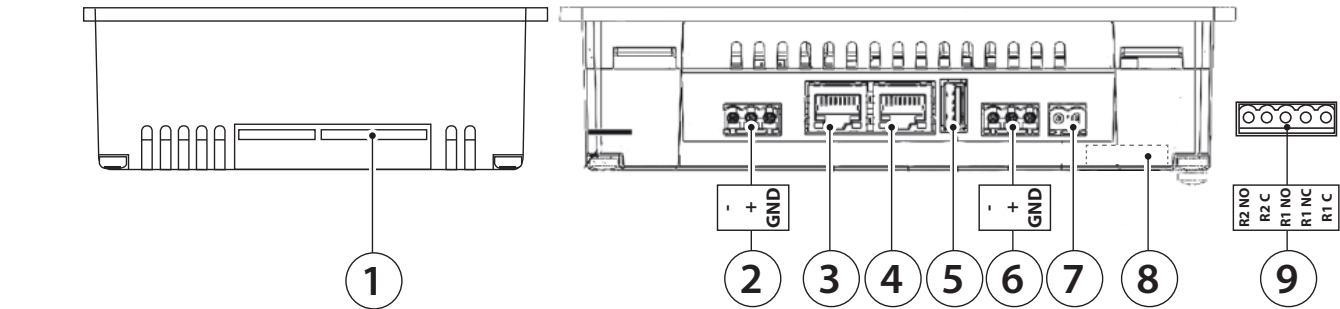

Fig.3
- подключите нагрузки к релейным выходам, следуя инструкциям на рис. 3, пункт 9.